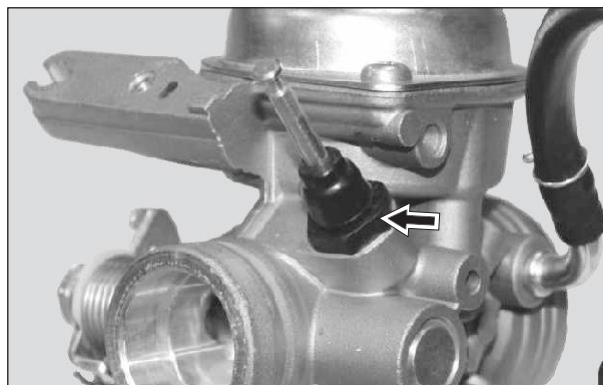

Fig.4.12
- Retire el conjunto del Choke del cuerpo del carburador. (Fig. 4.12)